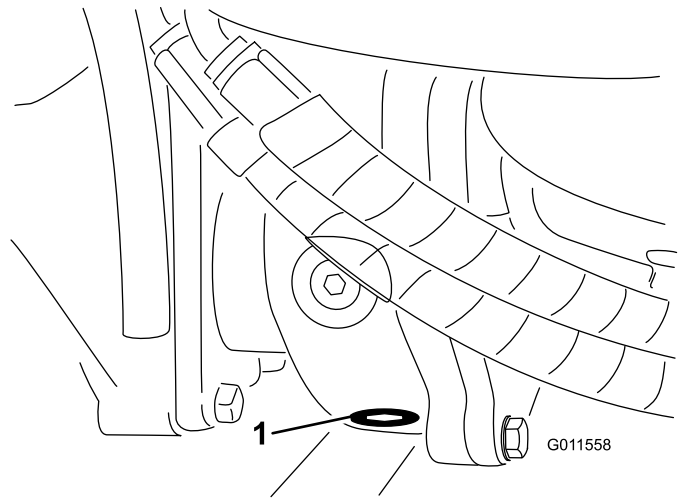

**Bild 96**
2. Reinigen Sie den Bereich um die drei Ablassschrauben, d. h. jeweils eine an beiden Enden und eine in der Mitte (Bild 96).